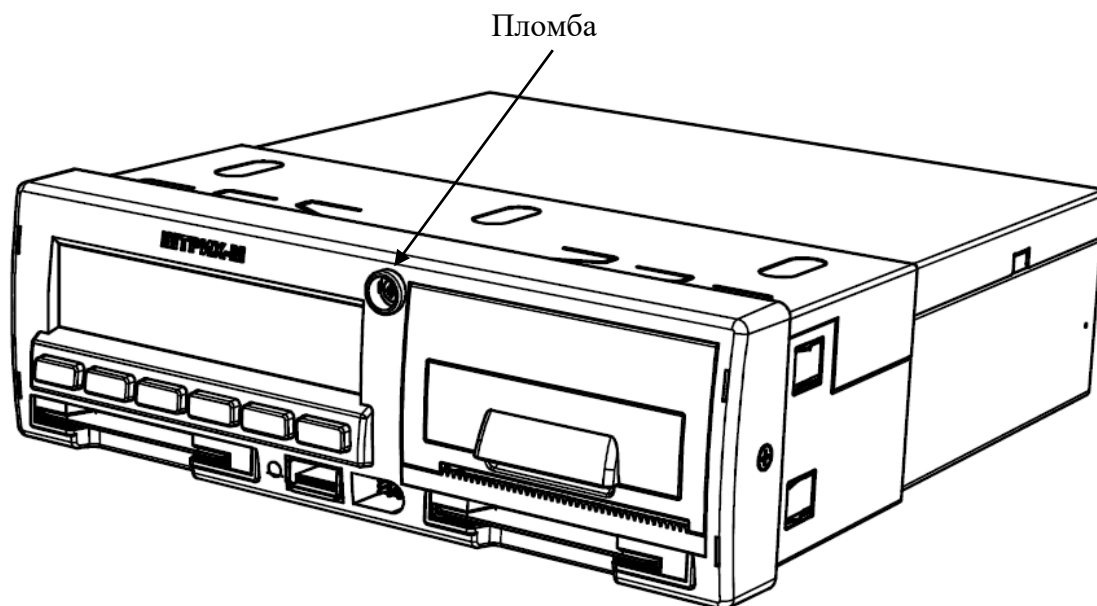

Рисунок 70 – Пломба тахографа SM 10042.00.00-13
2. Снять пломбу с лицевой панели тахографа и выкрутить винт удерживающий крышку тахографа. (Рисунок 70)